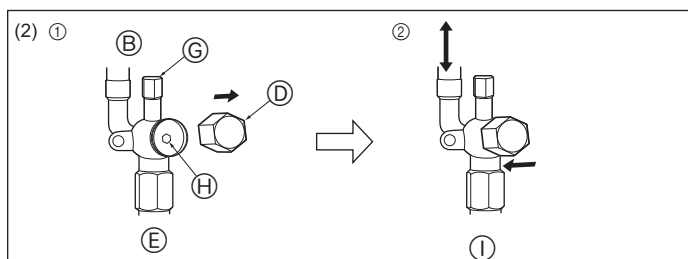

Fig. 4-7
#### (2) Lado del líquido (Fig. 4-7)